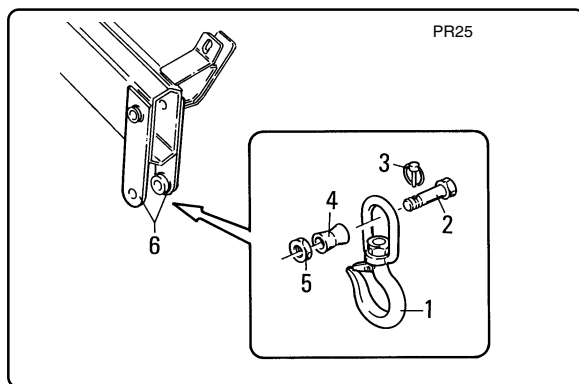

fig. 9.1.12
9.1.10.1-Montaggio del gancio sulla prolunga provvista di attac- co gancio fisso femmina (fig. 9.1.12)
9.1.10.1-Fitting the hook onto an ex- tension with a female fixed hook fitting (fig. 9.1.12)